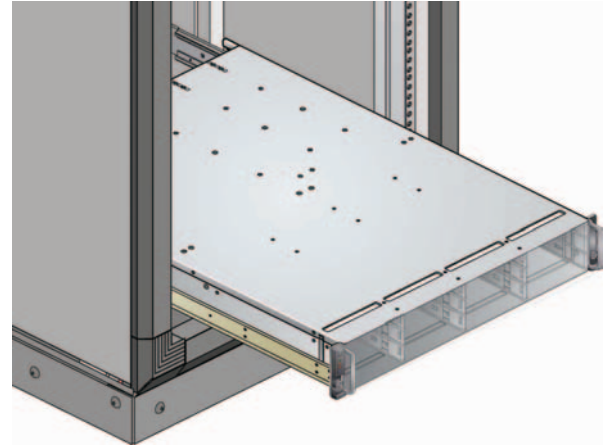

Figura 4: montaggio del gruppo sul rack
5. Per montare il gruppo sul rack, attenersi alla seguente procedura (*vedere la Figura 4*):